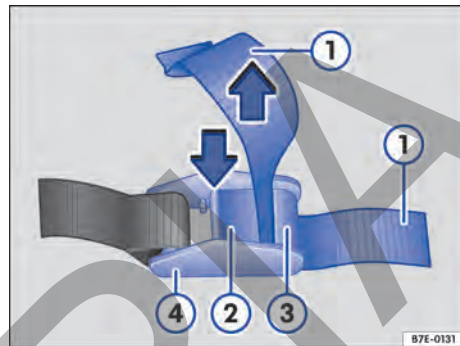

Fig. 123 Apretar la cinta con hebilla.
1. Antes de apretar la cinta, asegúrese de que la palanca → Fig. 123 (2) no se encuentre encima de la carga, de bordes o de objetos que sobresalgan.
2. Presione la palanca → Fig. 123 (2) de la hebilla (4) y manténgala presionada.
3. Introduzca la cinta → Fig. 123 (1) de atrás hacia delante entre la palanca (2) y el puente (3).
4. Apriete la cinta → Fig. 123 (1) y suelte la palanca (2).